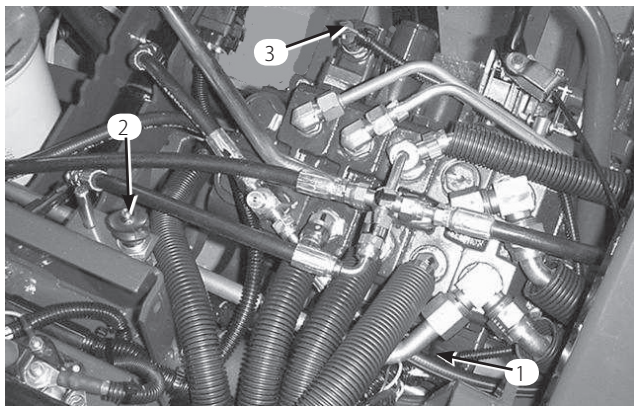

図 50
2. シートスイッチ (図50) のボタンに付いているゴム製カバーを取る; このカバーは新しいスイッチに取り付けるので捨てないでおく。スイッチの電気コネクタを外す。
2. セレクタ・バルブ・セクションのバルブ・バンク・ボンネットに取り付けてあるトラクション・スイッチの端子からコネクタを引き抜く (図50)。
2. バルブ・バンク・ボンネットに取り付けてある芝刈り/昇降スイッチの端子からコネクタを引き抜く (図50)。